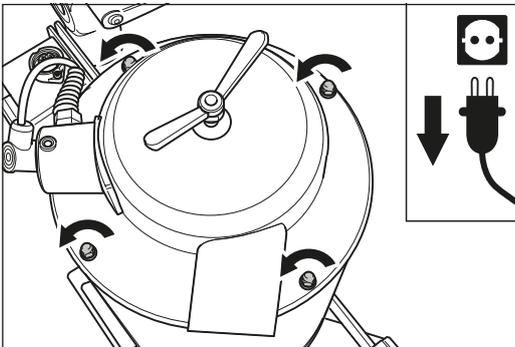
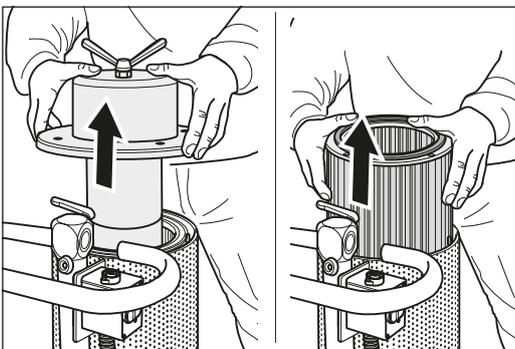

Fig. 27 Quite a continuación las cuatro tuercas de sombrerete de la tapa del separador de polvo.
Fig. 28 Quite la cubierta y saque el inserto filtrante.
- 6 Quite las cuatro tuercas de sombrerete de la tapa del separador de polvo (Fig. 27) y levante la cubierta superior de la carcasa del filtro. No ladee (Fig. 28).
- 7 Saque el inserto filtrante de la carcasa del filtro (Fig. 28) Limpie el filtro o para armar use un nuevo inserto filtrante. Use exclusivamente cartuchos filtrantes originales de LÄGLER® (Art° N° en el *párrafo 11, Piezas de recambio TRIO*).